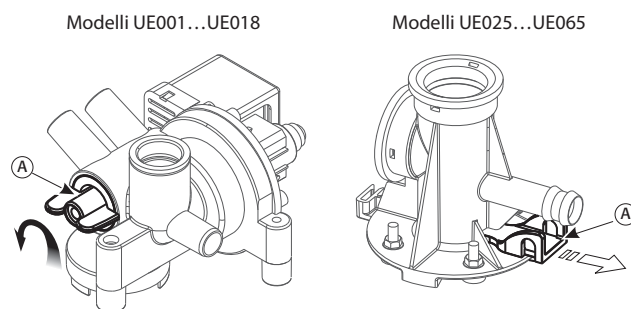

Fig. 3.a
- azionare il dispositivo meccanico sotto il cilindro (vedi part. A Fig. 3.a).